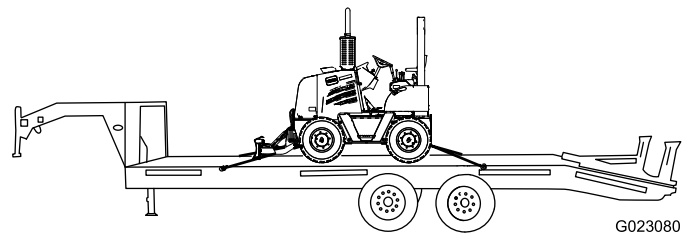

Bild 29
9. Befestigen Sie die Maschine vorne mit Ketten und einem Seil am Anhänger (Bild 29).
10. Befestigen Sie das Heck der Maschine mit Ketten und einem Seil am Anhänger (Bild 29).